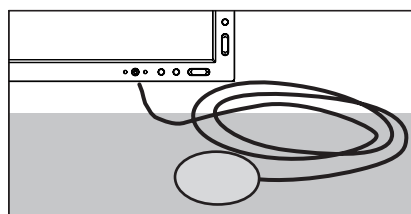

Figure C.3
3. Placez le capteur USB face vers le bas sur une surface opaque non réfléchissante (par exemple un bureau ou un tapis de souris) pour mesurer le niveau de noir (**Figure C.3**). Appuyez sur « SELECT ».